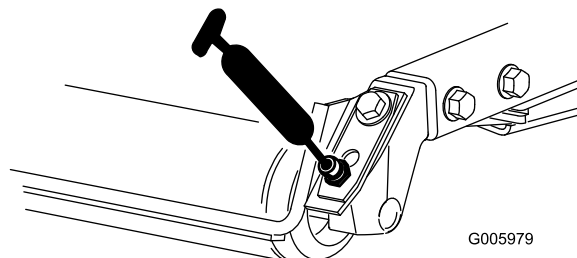

図 25
- 後ローラのベアリング 各カッティングユニットに2ヶ所 図 25